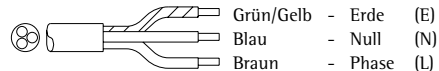

Abb. 5
- (Abb.5) Bei 220V-240V 1 Phase/null mit Steckeranschluss.
- (Abb.5) Bei 220V-240V 1 Phase/null (3-adriges Kabel).
Zu Abbildung 5 ist zu bemerken:
Das 3-adrige Netzkabel (Abbildung 5) hat den folgenden Adercode: